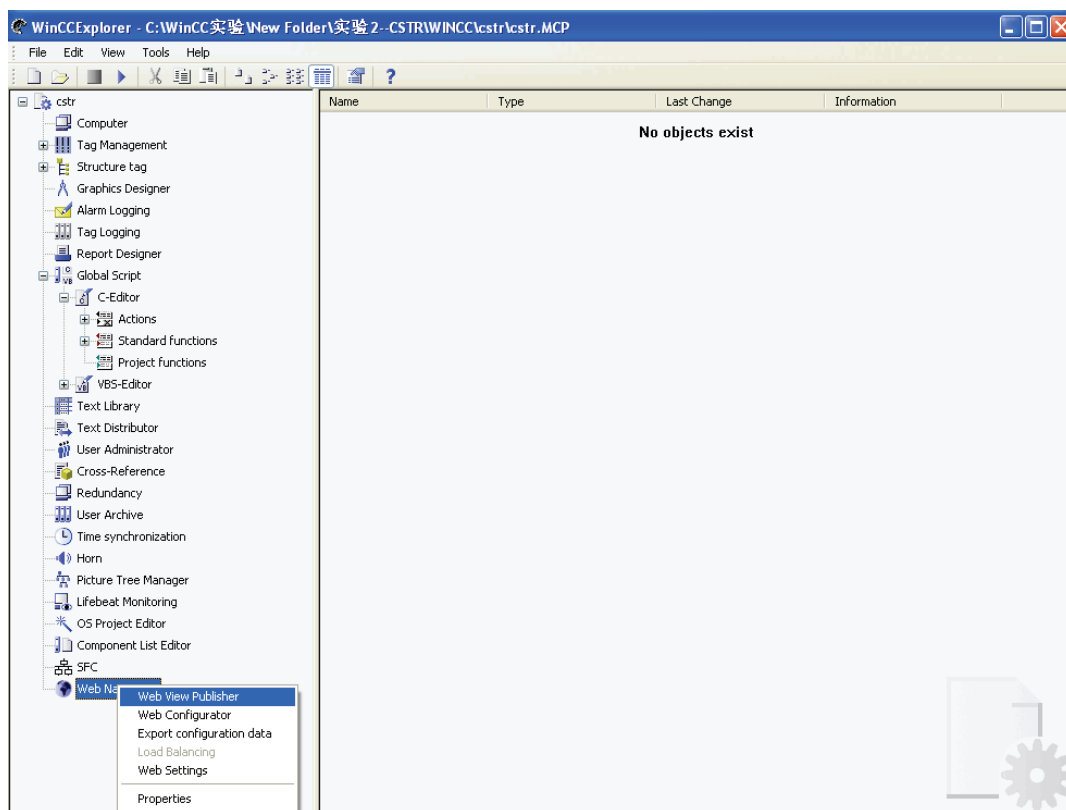

图 15-18 启动 WinCC Web View Publisher
- 2) 打开快捷菜单并选择“Web View Publisher”, 启动 WinCC Web View Publisher。如图 15-18 所示。